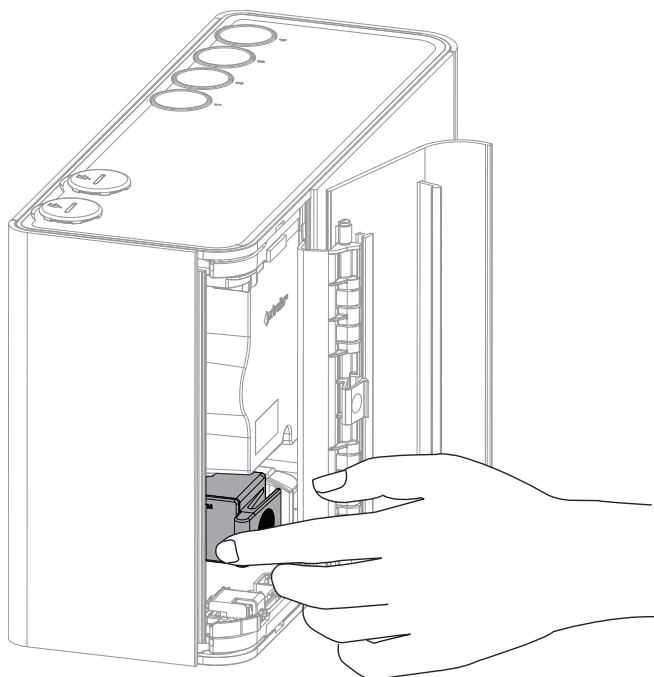

Figure 7-6: Réinstaller le filtre
4. Appuyez fermement, comme illustré à la Figure 7-6, jusqu'à ce que vous entendiez un « clic », indiquant que le filtre a été correctement inséré.